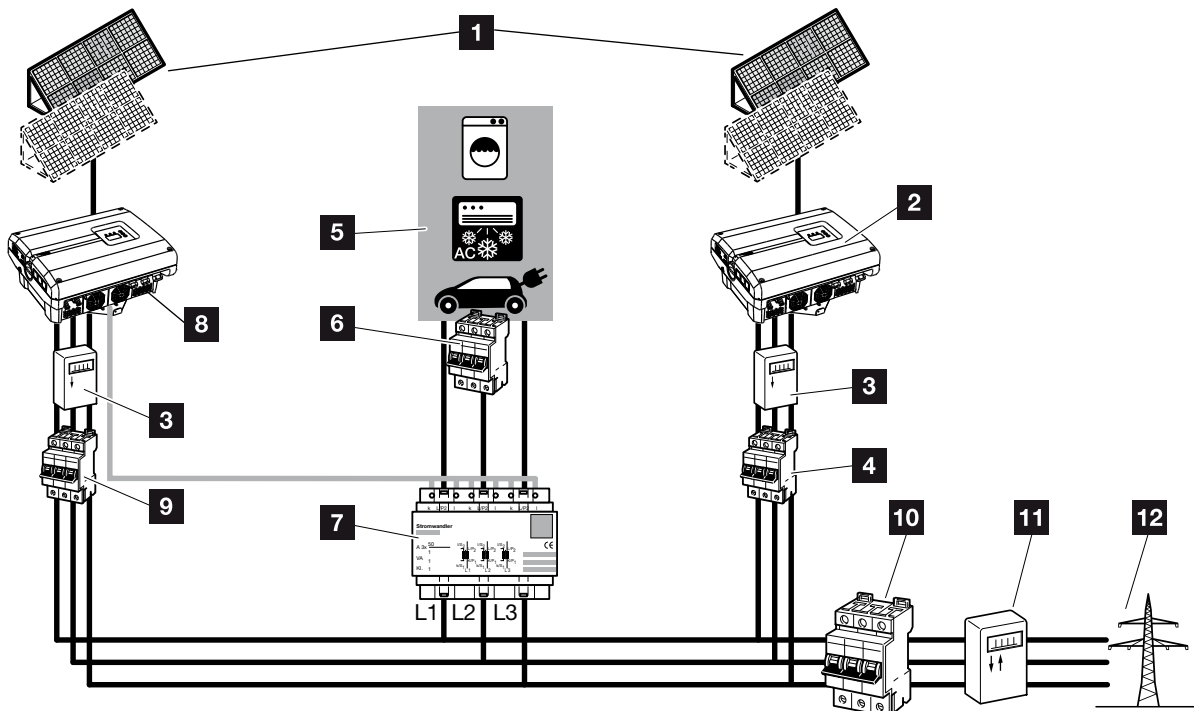
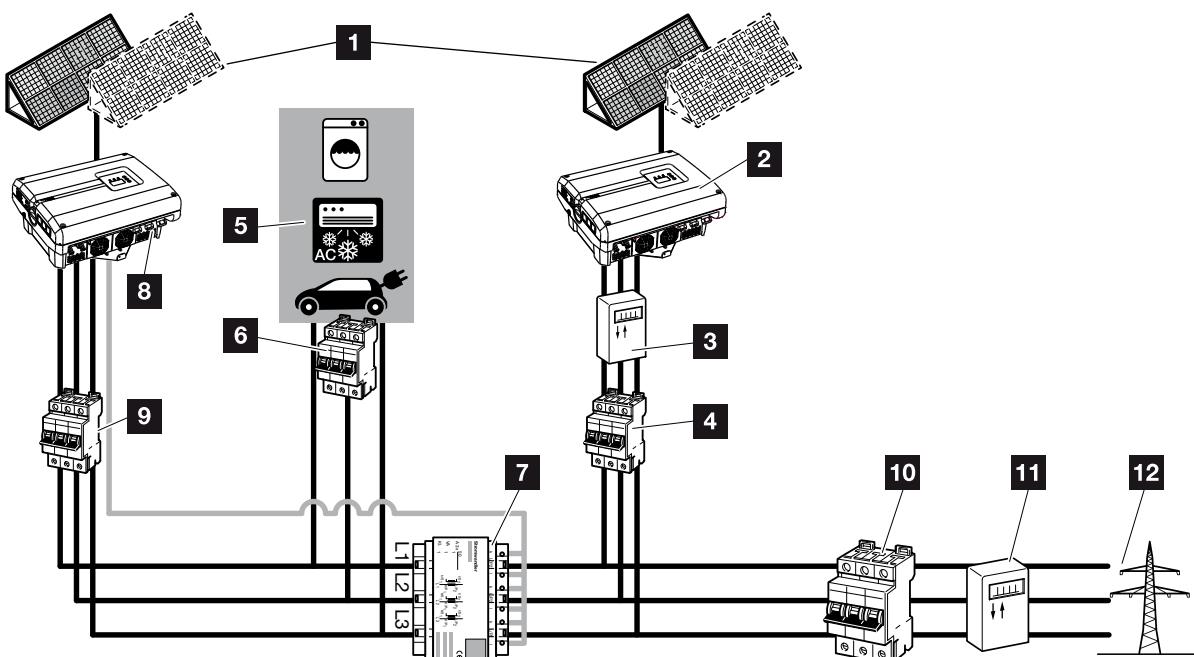

Fig. 77: Conexión de varios inversores –posición del sensor de corriente modo 1– datos del consumo doméstico (posible a partir de PIKO 4.2)
Fig. 78: Conexión de varios inversores –posición del sensor de corriente modo 2– datos del consumo de red (posible a partir de PIKO 4.2)
2. Integrar el inversor en el sistema como en las imágenes  **Fig. 77, Fig. 78** y conectarlo de forma profesional